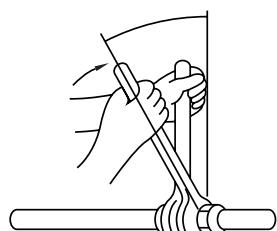

Fig. 5-8
- ① Jämmt hela vägen runt
② Innsidan är blank utan repor
③ Jämn längd runt om
④ För mycket
⑤ Repa på flänsytan
⑥ Sprucken
⑦ Ojämn
⑧ Lutad
⑨ Dåliga exempel
- Sätt på ett tunt lager köldmedelsolja på rörets anslutningsyta. (Fig. 5-8)